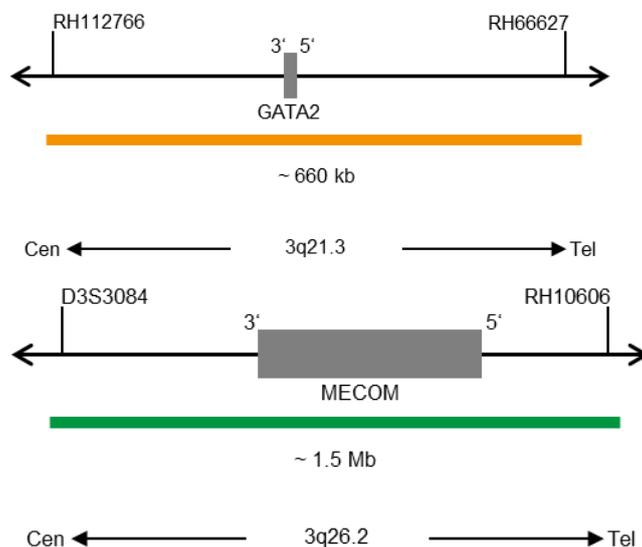

Fig. 1: Arriba: SPEC GATA2 Mapa de la sonda; abajo: SPEC MECOM Mapa de la sonda (no está a escala)
- Polinucleótidos marcados en naranja (excitación a 547 nm/emisión a 572 nm) ZyOrange (~6,0 ng/ $\mu$ l), dirigidos a secuencias localizadas en 3q21.3\* (chr3:127,902,316-128,564,215) que albergan la región del gen GATA2 (ver Fig. 1).
- Polinucleótidos marcados en verde (excitación a 503 nm/emisión a 528 nm) ZyGreen (~12,0 ng/ $\mu$ l), dirigidos a secuencias localizadas en 3q26.2\* (chr3:168,249,484-169,743,447) que albergan la región del gen MECOM (ver Fig. 1).